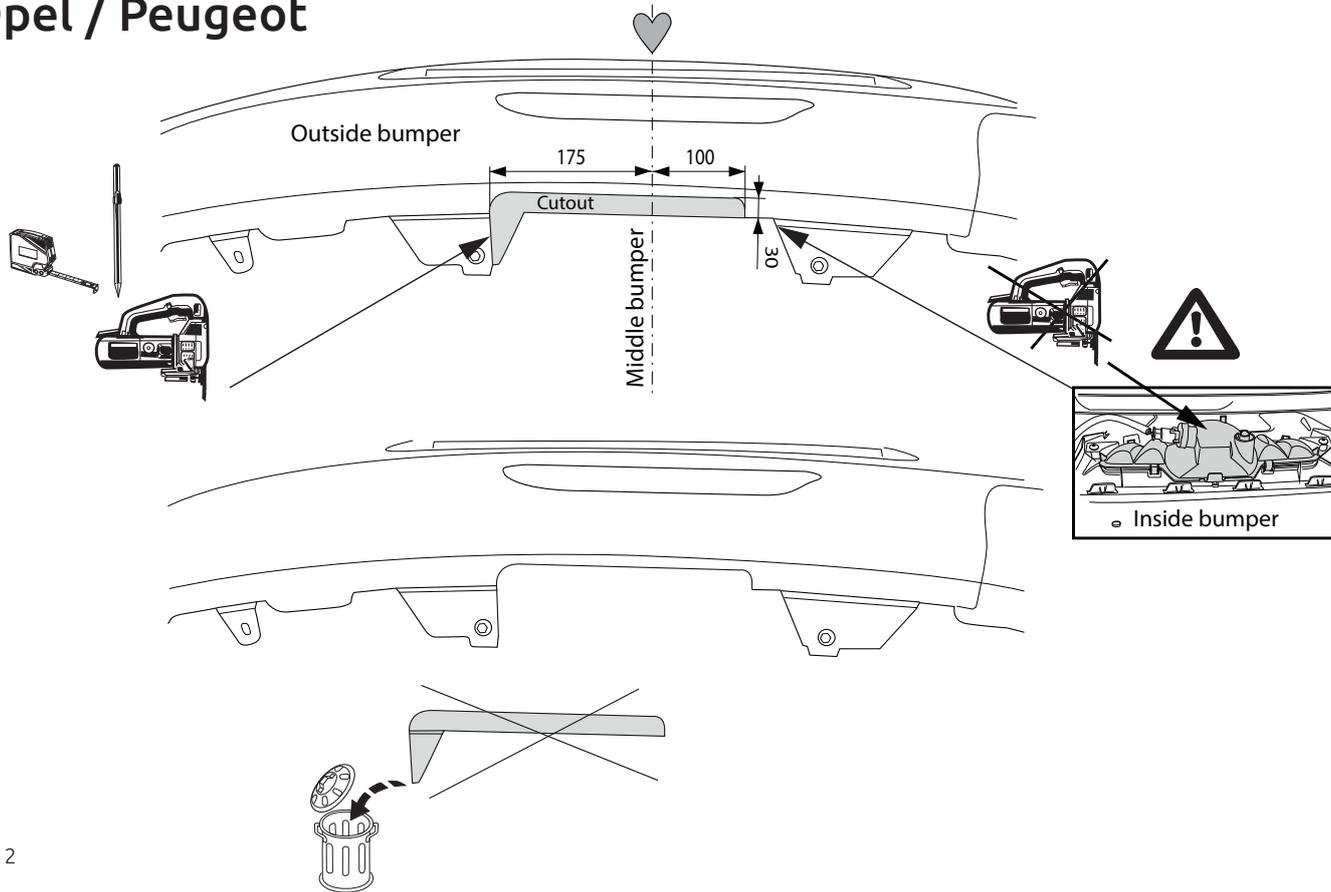

Fig. 2
7. Выпилить часть из бампера в середине снизу, как указано на рис. 2 и 2а.